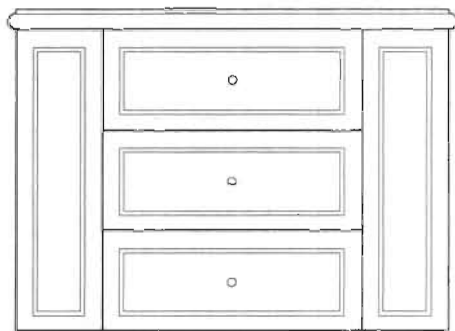

图 10-169
(9) 单击“绘图”工具栏中的“圆”按钮 , 在抽屉面板的中间绘制 1 个半径为 5mm 的圆形作为黄铜拉手, 然后将偏移出来的图形的线宽设置为默认的线宽, 如图 10-169 所示。